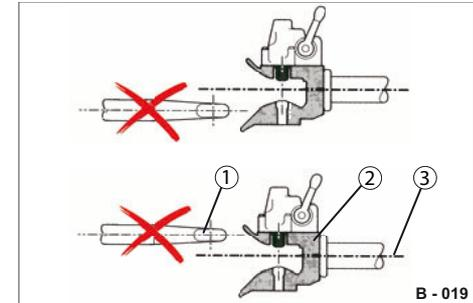

Abb. 24 Höhenverstellung falsch
- ▶ Stellen Sie die Höhe der Zuggabel so ein, dass die Zugöse auf die Mittelachse (Abb. 24/3) oder geringfügig auf den unteren Lappen des Fangmauls trifft.